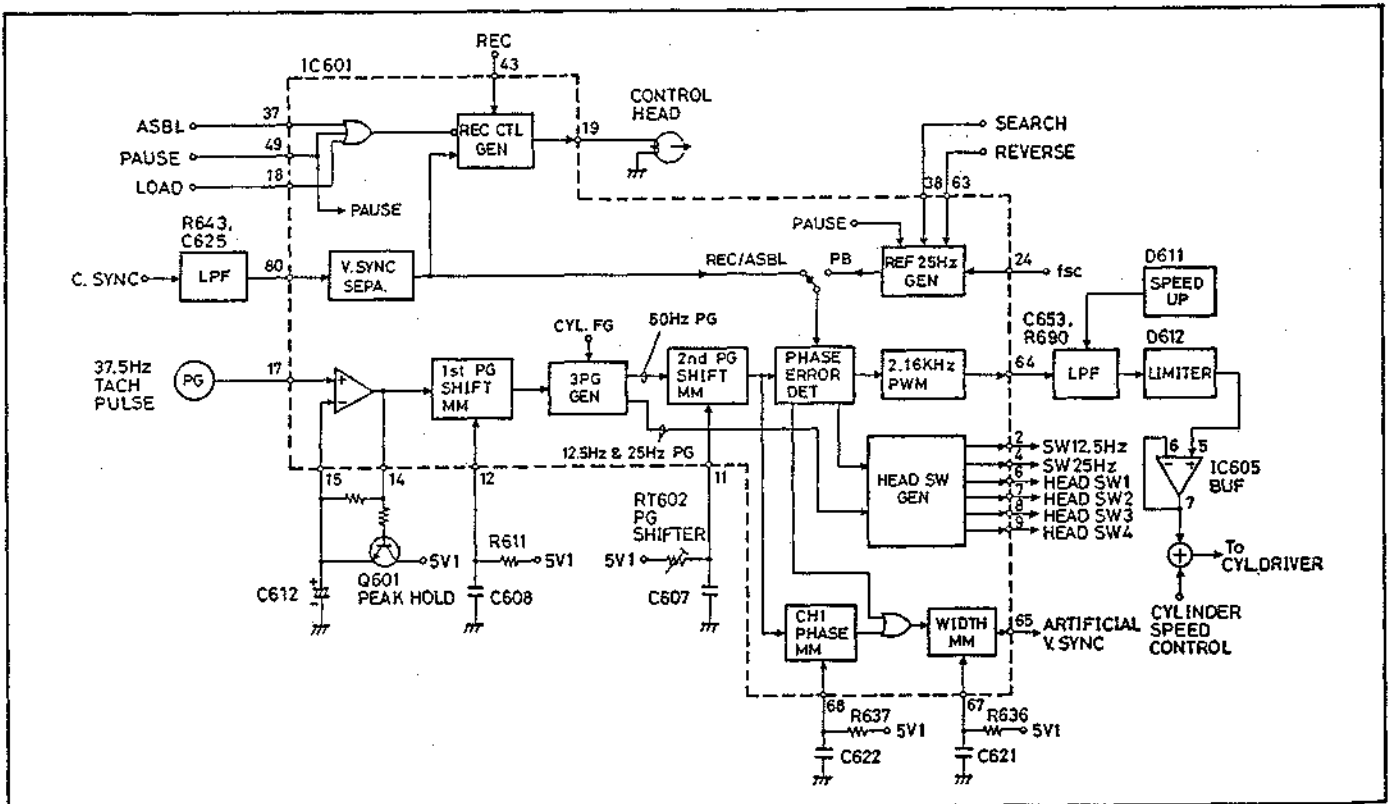
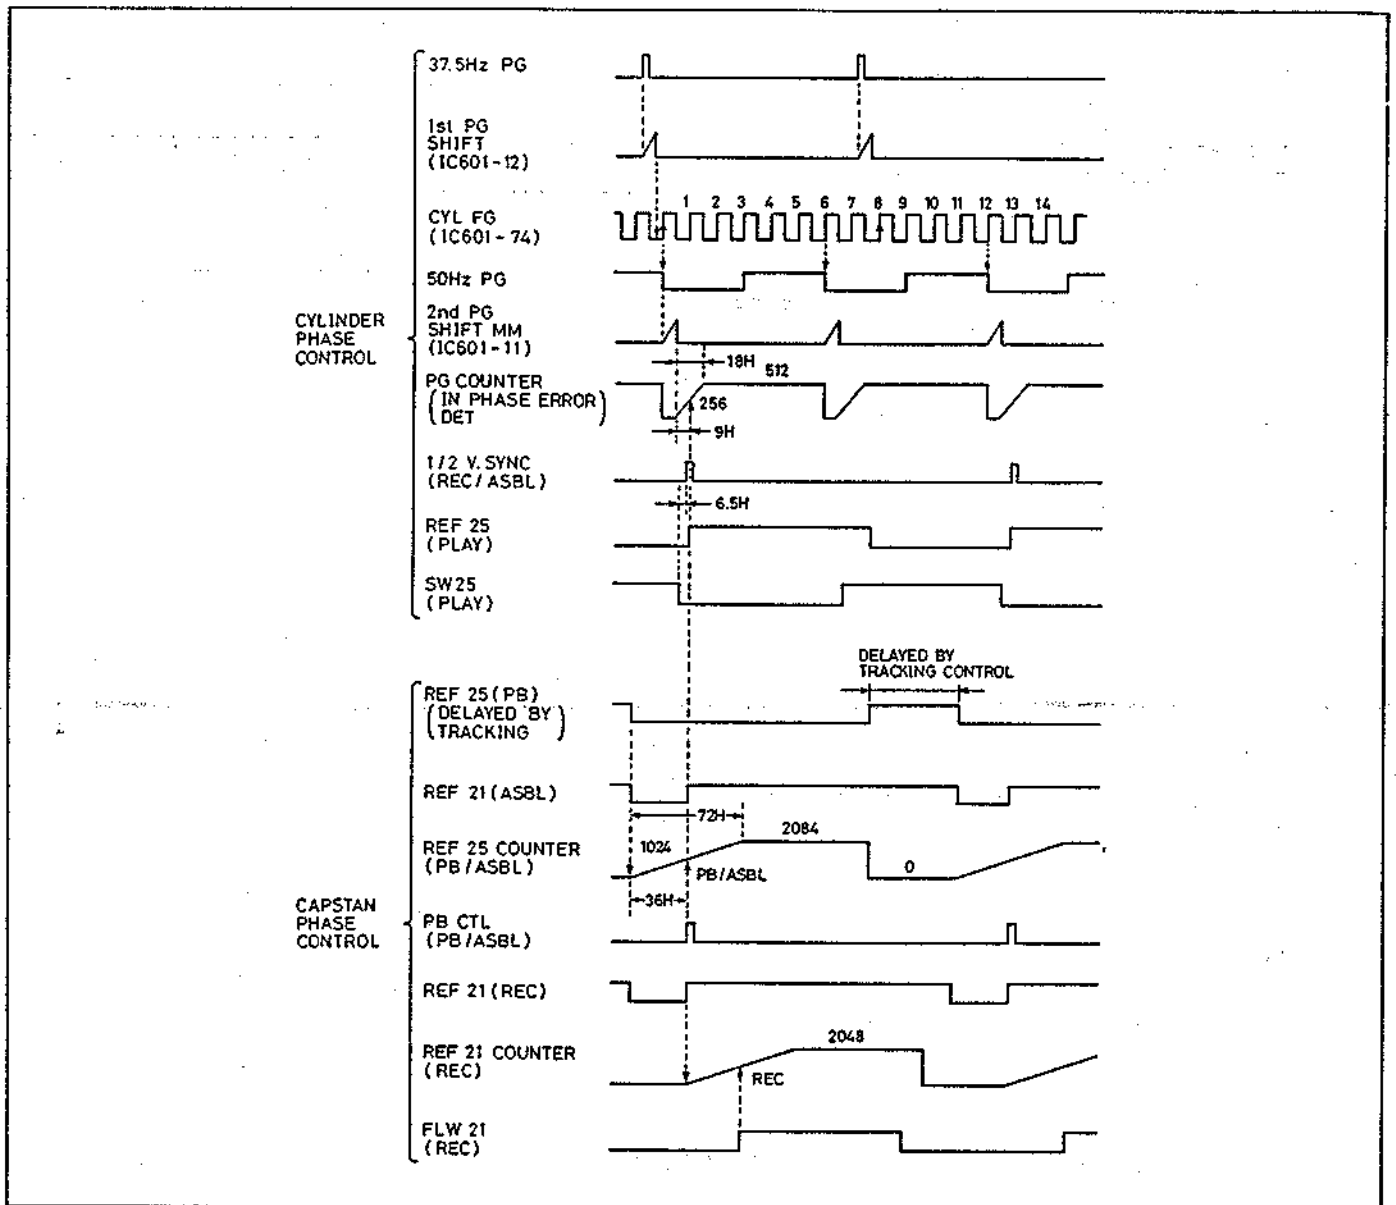
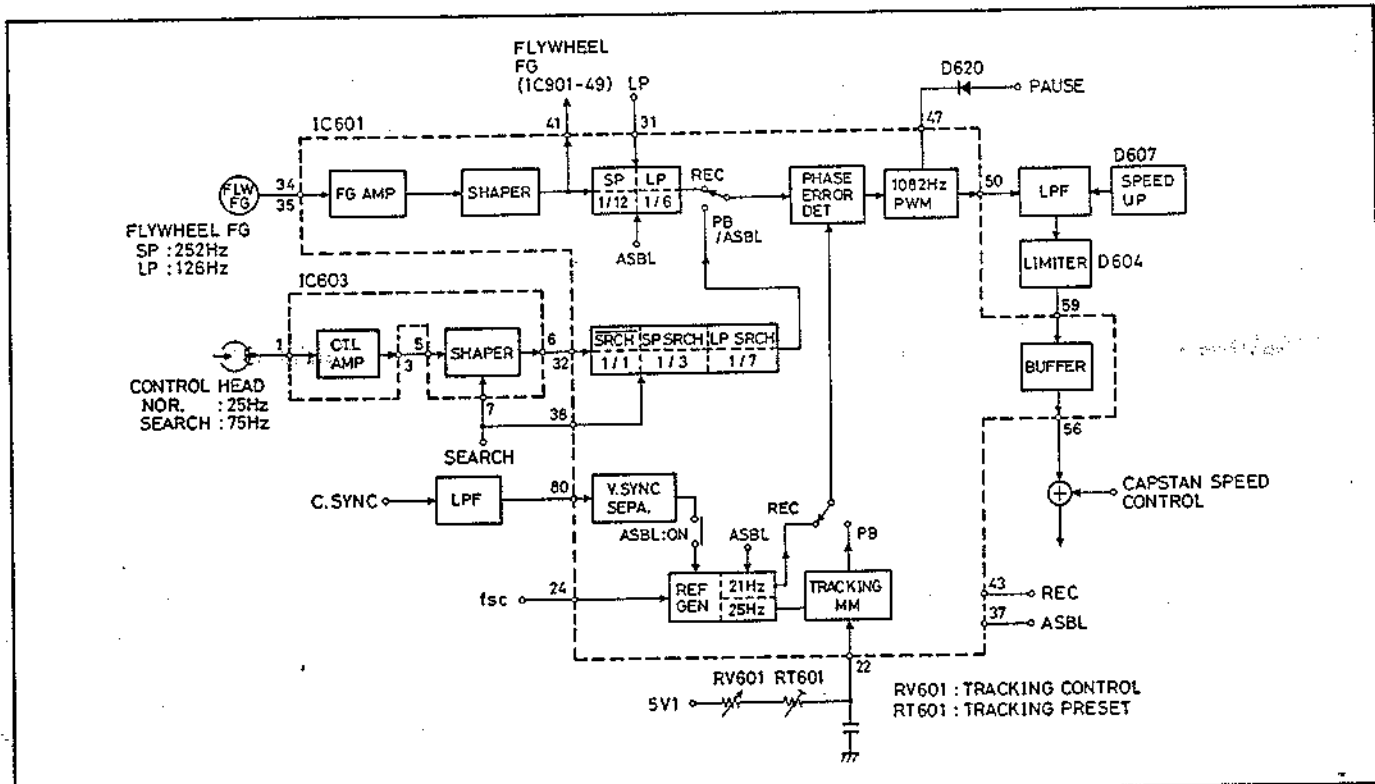

Abb. 4-6 Schaltkreis der Kopftrommel-Phasenregelung
Abb. 4-7 Zeitablaufdiagramm der Kopftrommel/Capstan-Phasenregelung
Abb. 4-11 Capstan-Phasenregelungs-Schaltkreis
### 3-3 Kopftrommel-Phasenregelung (Abb. 4-6 bis 4-8)
In Abb. 4-6 ist der Schaltkreis der Kopftrommel-Phasenregelung dargestellt, wogegen die Abb. 4-7 das Zeitablaufdiagramm zeigt. In diesen Schaltkreis eingeschlossen ist der IC601, der das Rückkopplungssignal (Tachogeneratorimpuls) verstärkt, die Referenzsignale ( $1/2 V.SYNC$  und  $REF25\text{Hz}$ ) generiert, wahlweise eines dieser Referenzsignale anlegt, die Phasenfehler feststellt und danach die Aufnahmesteuersignale, die Kopfwechselsignale und die künstlichen  $V.SYNC$  Signale generiert. IC605, der Puffer für die Kopftrommel-Phasenfehlerspannung, ist ebenfalls in diesem Schaltkreis enthalten. Der Magnetsensor für das Generieren des Tachogeneratorimpulses (PG) ist an der unteren Kopftrommel befestigt. Der Sensorausgang (Tachoimpuls) wird an Stift 17 in den IC601 eingespeist, in dem der Verstärker/Wellenformer-Schaltkreis (PG AMP/SHAPER) und der an den Stift 15 angeschlossene Kondensator (C612) den Tachoimpuls (PG) an Stift 17 verstärken und formen, um Fehler zu vermeiden, die
#### 4-3 Capstan-Phasenregelung (Abb. 4-11, 4-7)
In Abb. 4-11 ist der Schaltkreis der Capstan-Phasenregelung dargestellt, wogegen die Abb. 4-7 das Zeitablaufdiagramm zeigt. In diesen Schaltkreis eingeschlossen sind der IC601, der den Schwungrad-Frequenzgenerator-Impuls formt, die 25 Hz und 21 Hz Referenzsignale generiert, die Phasenfehler feststellt und die Pulsbreitenmodulation der Phasenfehlersignale vornimmt, und der IC603, der die Wiedergabe-Steuerspurimpulse (PB CTL) verstärkt und formt. Das Schwungrad-Frequenzgenerator-Signal wird während der Aufnahme als Rückkopplungssignal verwendet. Wenn die Bandgeschwindigkeit auf dem Nennwert gehalten wird, beträgt die Frequenz 252 Hz in dem SP- bzw. 126 Hz in dem LP-Modus. Das generierte Schwungrad-Frequenzgenerator-Signal tritt in den Verstärker/Wellenformer (FG AMP/SHAPER) des IC601 über die Stifte 34 und 35 ein. Dieser Schaltkreis formt das Sinuswellensignal in ein Rechteckwellensignal um, um Fehlbetrieb der nachgeschalteten Digital-Schaltkreise aufgrund von Verzerrungen des Schwungrad-Frequenzgenerator-Impulses oder Rauschstörungen zu vermeiden. Der geformte Schwungrad-Frequenzgenerator-Impuls wird an das Dividierglied in IC601 geliefert. Das Dividierglied teilt den Schwungrad-Frequenzgenerator-Impuls durch 12 in dem SP- bzw. durch 6 in dem LP-Modus, so daß eine Frequenz von 12 Hz erhalten wird. Der Wiedergabe-Steuerspurimpuls (PB CTL) wird während der Wiedergabe bzw. bei Wiederaufnahme der Aufnahme mit Hilfe des Steuerpurkopfes abgetastet und über den Stift 1 an den Verstärker/Wellenformer (CTL AMP/SHAPER) in IC603 geliefert. Hier wird der Wiedergabe-Steuerspurimpuls (PB CTL) verstärkt und geformt, worauf er an dem Stift 6 ausgegeben wird. Der geformte Wiedergabe-Steuerspurimpuls (PB CTL) gelangt über den Stift 32 in das Dividierglied in IC601. Hier wird der Steuerspurimpuls (PB CTL) im SP-Suchlaufmodus durch 3 bzw. im LP-Suchlaufmodus durch 7 geteilt. In anderen Modi als dem Suchlaufmodus findet keine Teilung des Steuerspurimpulses